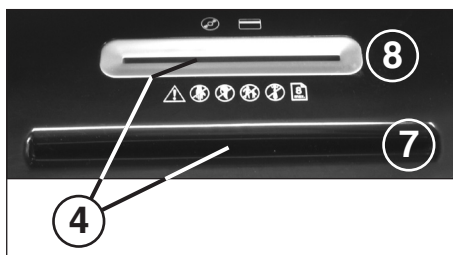

Рис. 2
- 4 = Световой затвор (движение вперед) (рис. 2)**
- 7 = Шахта для ввода бумаги (рис. 2)**
- 8 = Защищенная вводная шахта (рис. 2)**
**Бумага** подводится к режущему устройству через шахту (7) (рис. 2) для ввода бумаги. Другие **носители информации** (CD, DVD или кредитные карточки) вводятся по одному в отдельную защищенную шахту (8) (рис. 2). Машина автоматически включается на движение вперед, втягивает материал и после измельчения автоматически отключается.